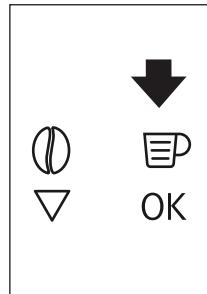
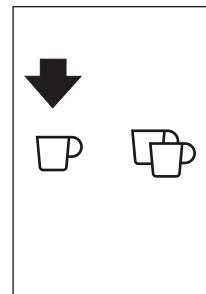
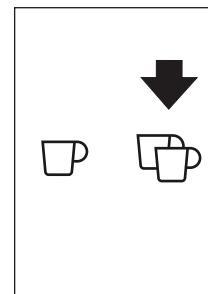

Fig. 18
Fig. 19
Fig. 20
- ▶ Apăsați pe pictograma (B5) (Fig. 18) pentru a selecta tipul de cafea: espresso, ceașcă mică, ceașcă medie, ceașcă mare, cană. Atingeți tasta (B10) (Fig. 19) dacă doriți să preparați o cafea și tasta (B11) (Fig. 20) dacă doriți să preparați două cafele. Aparatul râșnește cafeaua și începe să distribuie cafeaua preparată în ceașcă. După ce a fost distribuită cantitatea de cafea setată, mașina oprește automat distribuirea și elimină zațul de cafea în recipientul pentru zațul de cafea.